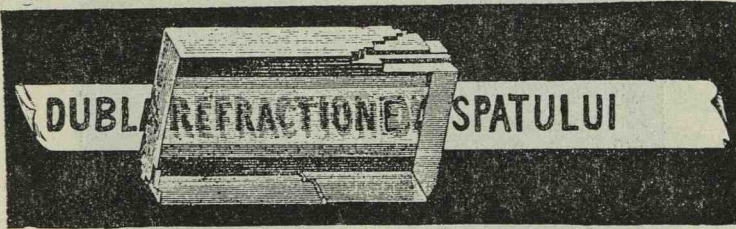

Fig. 167. Dubla refracțiune a spatului de Islanda.
**Dubla refracțiune**. Cristalele de calcită sunt **birefringente**. Uităndu-ne printr'un spat de Islanda la un semn scris pe hârtie vedem două semne, fig. 167. Existența dublei refracțiuni ne arată, că așezarea moleculelor în calcită e deosebită de așezarea moleculelor în sticlă, care prezintă numai *refracțiunea simplă*.